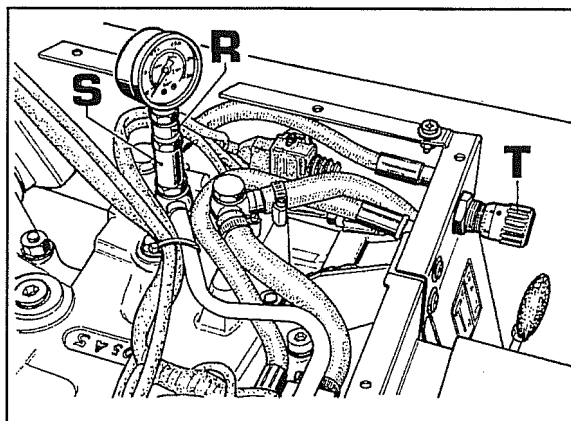
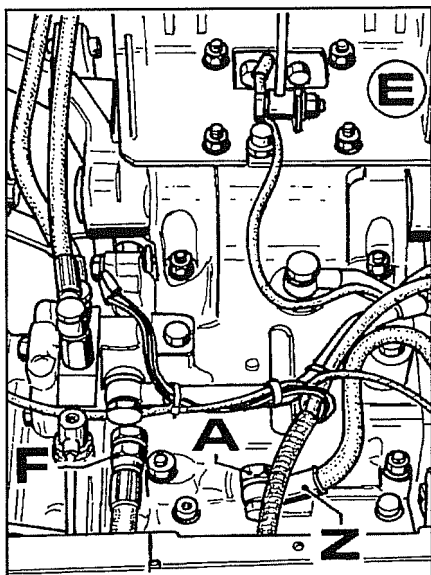

Fig. 23
Fig. 27
Se a máquina não é dotada de distribuidores auxiliares posteriores é necessário, depois de se ter retirado o assento, ligar-se ao tubo de ida do grupo electroválvulas no modo indicado na fig.23, através da respectiva ferramenta combinada **R-S**, tendo presente que até à máquina chassis nº B455169 para se ligar é necessário utilizar a mesma ferramenta eliminando a parte **S**. Além disto, nestas máquinas, deve-se prestar atenção ao parafuso furado que se retirou para montar o manómetro, **não deve ser confundido** com outros parafusos furados do mesmo tipo porque no seu interior contém um pequeno parafuso dotado de furo calibrado.
Se o manómetro estiver ligado ao tubo de ida do grupo das electroválvulas é necessário, fechar a válvula **T** fig.23, accionar o interruptor do levantador em levantamento (premendo o botão de segurança), e verificar a pressão no manómetro.
Para verificar eventuais perdas internas de óleo no carter levantador, é necessário ligar uma ferramenta ao levantador colocando-o na posição de "levantamento". Nas máquinas dotadas da válvula **T** fig.23 é necessário fechá-la.
Se o levantador desce, significa que existe uma perda interno de óleo que se encontra no cilindro do levantador ou no parafuso de ligação (**A** fig.27) ao tubo de ida.
3. Desligar o tubo **Z** fig.27 e desatarraxar a ligação **A** do carter levantador.
- c. Retirar o suporte do assento **E** fig.27 e desligar as cablagens que vão das electroválvulas, ao interruptor de fim de curso e os cabos de massa (ver fig.27).
- e. Desligar o tubo de ida do óleo **F** fig.27 ao suporte distribuidores e a válvula ida do óleo (**T** fig.23) ao cilindro.